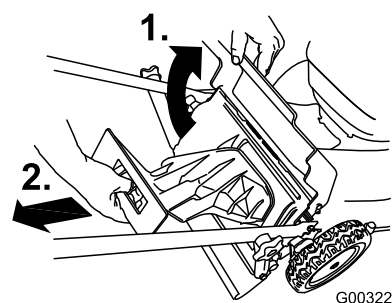

Figura 34
1. Levante y sujete la puerta trasera (Figura 34).
2. Retire el tapón de descarga trasera (Figura 34).